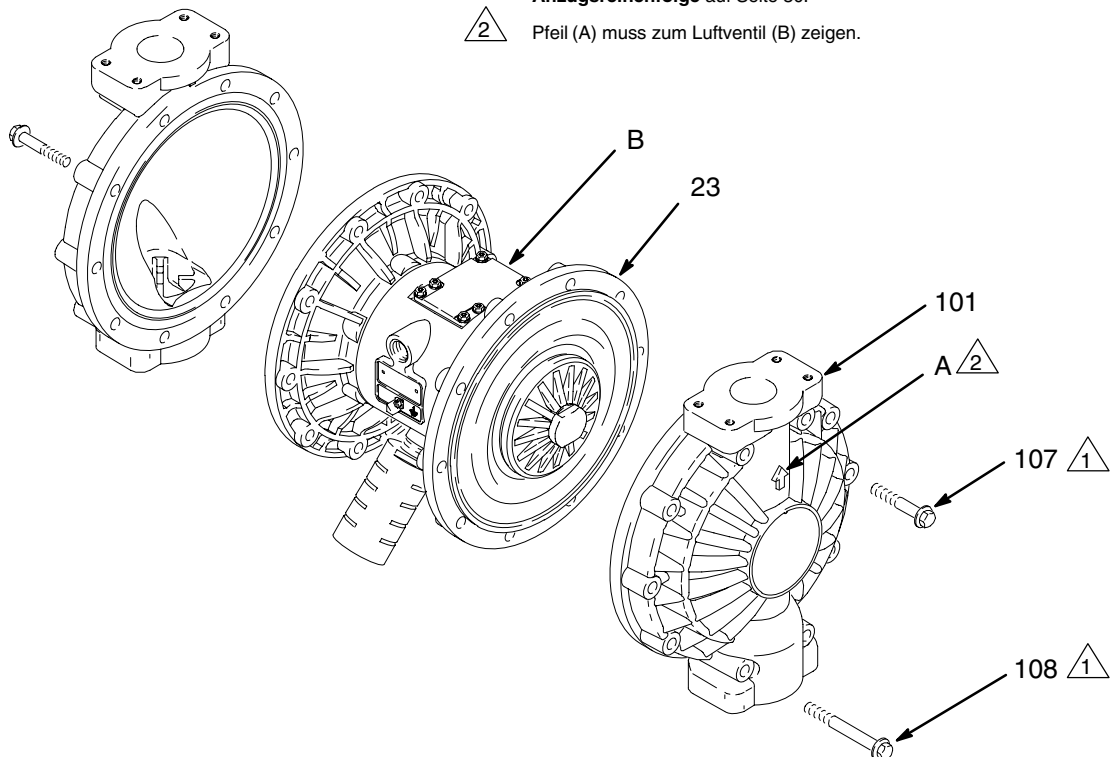

Abb. 12
3. Mit den 13-mm-Steckschlüsseln die Schrauben (107 und 108) lösen, mit denen die Materialabdeckungen (101) an den Luftabdeckungen (23) befestigt sind. Die Materialabdeckungen (101) von der Pumpe abnehmen. Siehe Abb. 12.
- 1 Zuerst die acht langen Schrauben (108), dann die kurzen Schrauben (107) anziehen. Mit 22–25 N•m festziehen. Siehe **Anzugsreihenfolge** auf Seite 30.
- 2 Pfeil (A) muss zum Luftventil (B) zeigen.
4. Mittelfestes (blaues) Loctite® oder ein ähnliches Mittel auf die Gewinde der materialseitigen Scheiben (105) auftragen. Eine der äußeren Scheiben (105) mit dem Schlüssel festhalten und die andere Scheibe mit 18,1–22,6 N•m bei maximal 100 U/min anziehen. Nicht zu fest andrehen.
5. Die Materialdeckel (101) und das zentrale Gehäuse (1) so ausrichten, dass die Pfeile (A) auf den Deckeln in die gleiche Richtung zeigen wie das Luftventil (B). Die Abdeckungen mit den Schrauben (107 und 108) von Hand anziehen. Die längeren Schrauben (108) in die Öffnungen oben und unten an den Abdeckungen einschrauben. Siehe Abb. 12.
6. Zunächst die längeren Schrauben (108) mit einem 13 mm-Steckschlüssel entgegengesetzt und gleichmäßig auf 14,7–16,9 N•m anziehen. Dann die kürzeren Schrauben (107) mit dem richtigen Drehmoment anziehen. Siehe **Anzugsreihenfolge**, Seite 30.